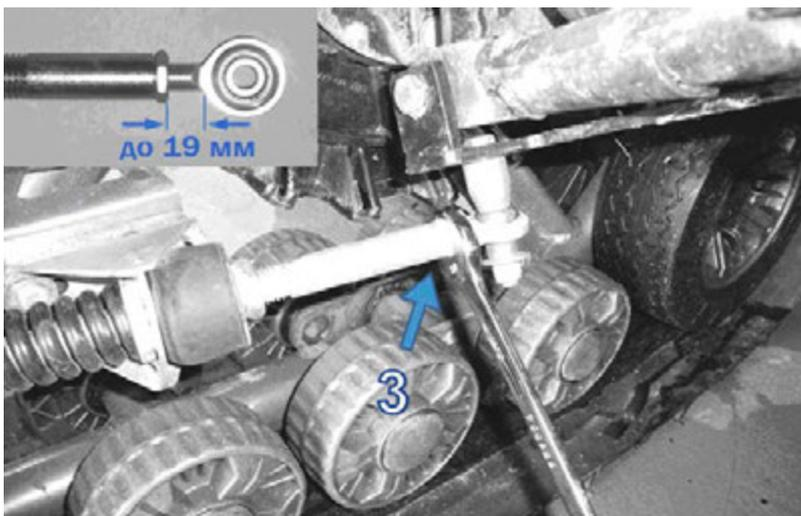

Рис. 13. Сгон зажимной гайки
*НА ЗАМЕТКУ: В тех редких случаях, когда гайка (поз.1), сжимающая упорную пружину, ходит по резьбе у самого конца выравнивающей штанги, длину резьбовой части можно увеличить, сдвинув зажимную гайку (поз. 3 на рис. 13) и вывинтив её по штанге, что позволит получить ещё 19 мм свободной резьбы. Перезатянуть зажимную гайку.*